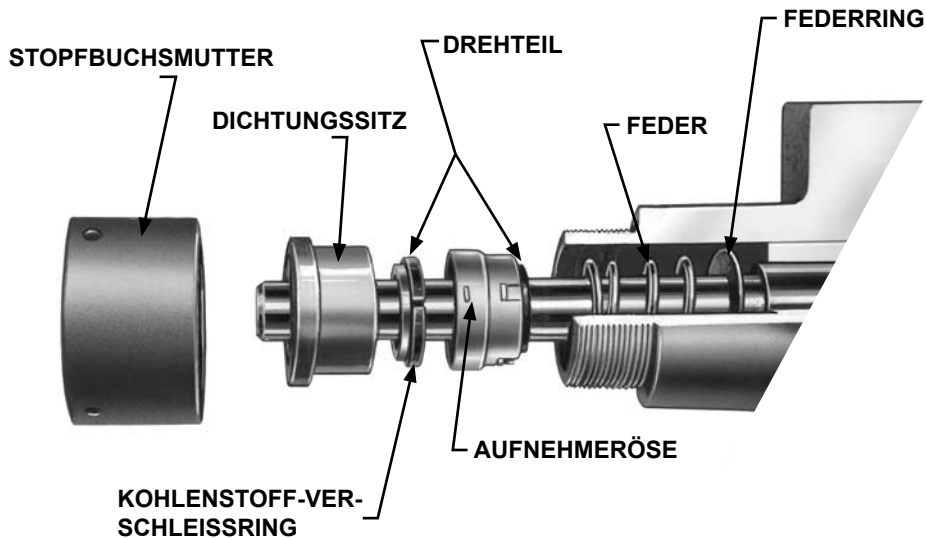

ABBILDUNG 5
4. Setzen Sie beim Wiederausammenbau der mechanisch abgedichteten Pumpe den Federring und die Feder auf die Welle **siehe Abbildung 5, Seite 4**. Beschichten Sie die Welle und die Innenflächen der Gummibalge des Drehteils mit Leichtöl. Schieben Sie das Drehteil auf die Welle.